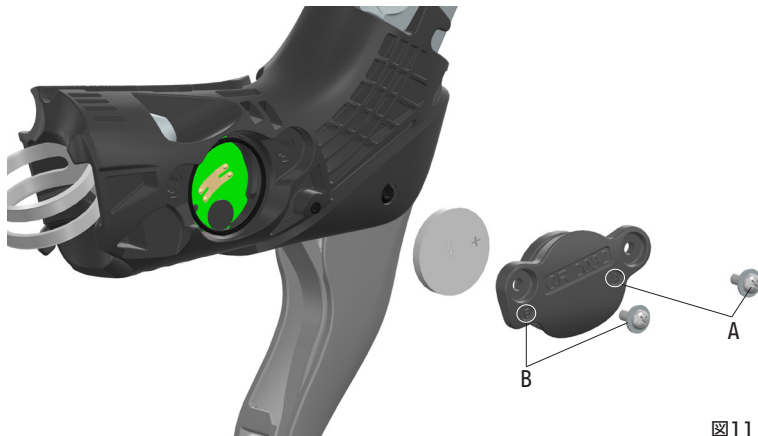

図11
- プラス・ドライバーを使用し、A（図11）のねじとワッシャーを緩めて取り外します。次に、B（図11）のねじとワッシャーも同様に緩めて取り外します。
- バッテリー・カバーを外すには、ねじB（図11）の近くにある突起を利用します。
- コイン・バッテリーを取り外し、新しいコイン・バッテリー（CR2032）を挿入します。その際、“+”のマークがカバー側に向くように注意します（図11）。
- カバーを戻し、プラス・ドライバーで2つのねじを締め込みます（図11）。